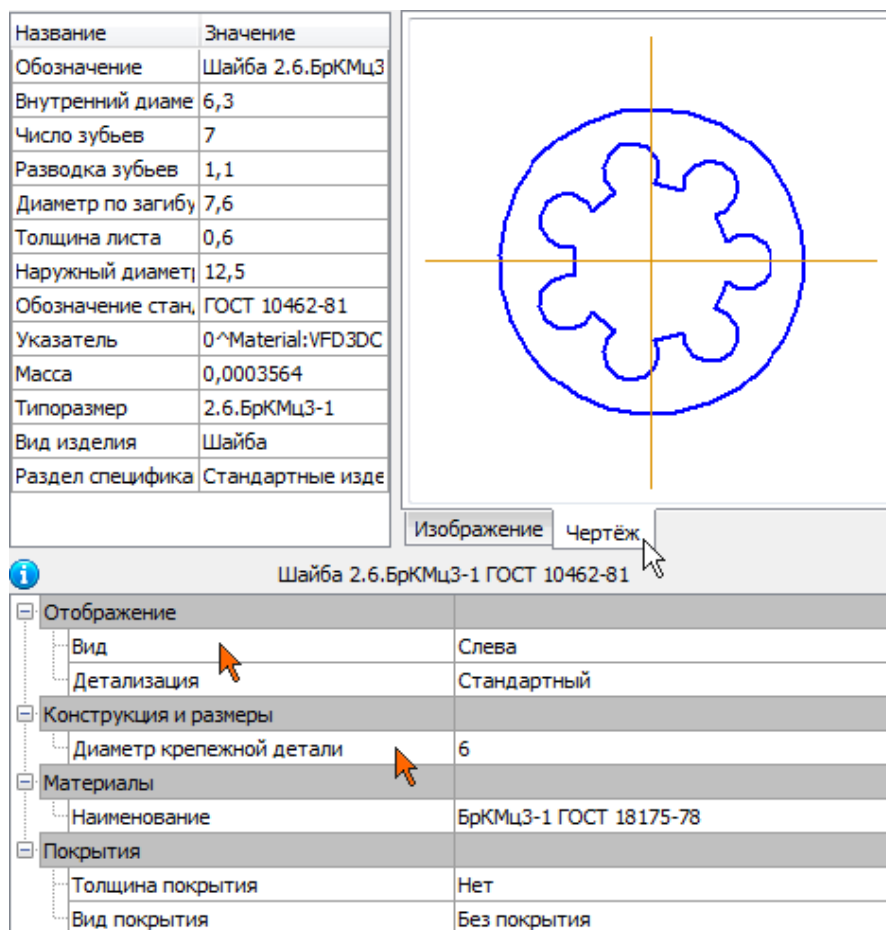

Рисунок 20.
- В окне графического представления элемента откройте вкладку Чертеж (рис. 20).